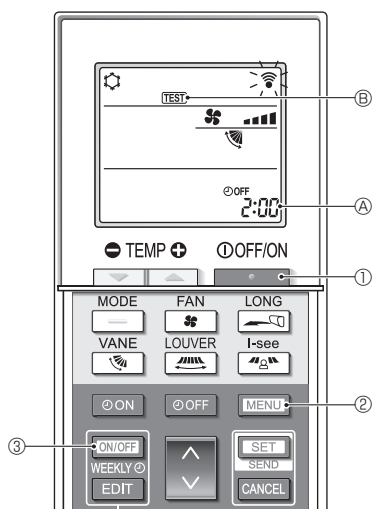

Fig. 7-5
■ Δοκιμαστική λειτουργία (Fig. 7-5)
1. Πατήστε το κουμπί ① για να σταματήσετε το κλιματιστικό.
- Αν ο εβδομαδιαίος χρονοδιακόπτης είναι ενεργοποιημένος (το WEEKLY είναι ενεργοποιημένο), πατήστε το κουμπί ③ για να τον απενεργοποιήσετε (το WEEKLY είναι απενεργοποιημένο).
2. Πατήστε το κουμπί ② για 5 δευτερόλεπτα.
3. Πατήστε το κουμπί ②.